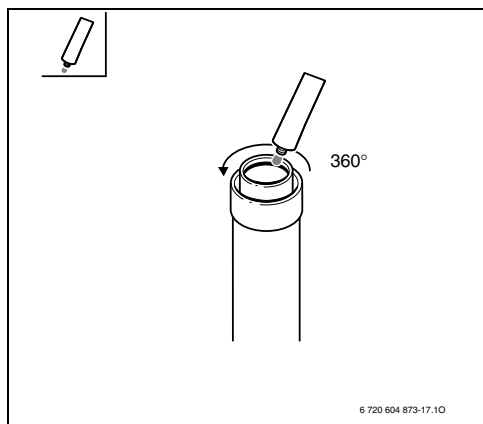

Рис. 35
► Слегка смажьте сторону дымохода не содержащей растворителя смазкой (например, вазелином) (Рис. 35 ).